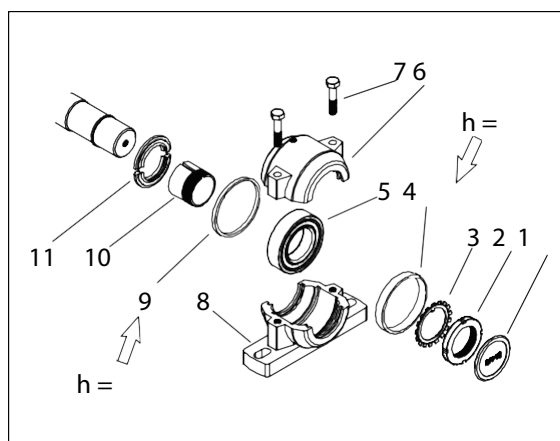

Fig. 7a. Roulement, côté alimentateur
2. Retirez les boulons de fixation M10 (7) et les boîtiers de roulement supérieurs (6).
5. Pliez la griffe de la bague de fixation (3) pour la faire sortir de l'encoche de l'écrou de l'axe et ouvrez l'écrou d'axe.
6. Retirez l'écrou d'axe, la bague de fixation, la bague d'écartement (4), le roulement (5), la bague d'écartement (9) et le cône de serrage (10).
7. Installez le cône de serrage, la bague d'écartement (9) et le roulement sur l'arbre de disque. Notez l'épaisseur de la bague d'écartement (9) - voir Fig. 7a.
11. Pliez une griffe de la bague de fixation (3) dans une encoche de l'écrou d'axe.
12. Installez l'autre moitié du couvercle anti-poussière et de la plaque d'extrémité sur le boîtier de roulement. Installez la bague d'écartement (4) sur l'arbre.